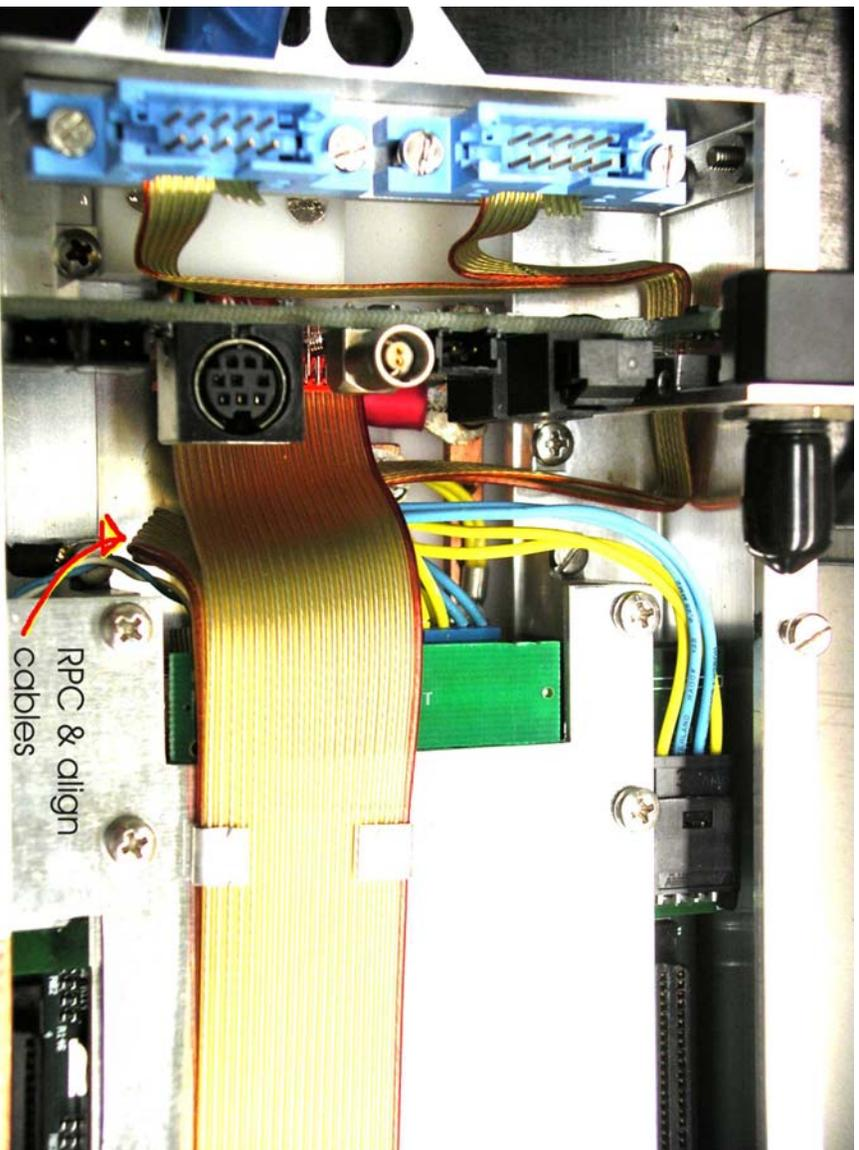

Figura 14: Connettore RPC-Allineamento e routing dei cavi attorno alla Link Board.
- Inserire (se non lo e' gia') il connettore esterno per i cavi RPC e allineamento, nel lato del Mini-Crate della Link Board (Figura 14)
- Connettere i cavi RPC e allineamento seguendo un percorso attorno alla Link Board (dalla parte piu' lunga, vedi Figura 14).
- Connettere il cavo dorato dalla CCB nel connettore posto al di sotto della scheda. (vedi Figura 14 per l'inserimento e Figura 16 per il routing)